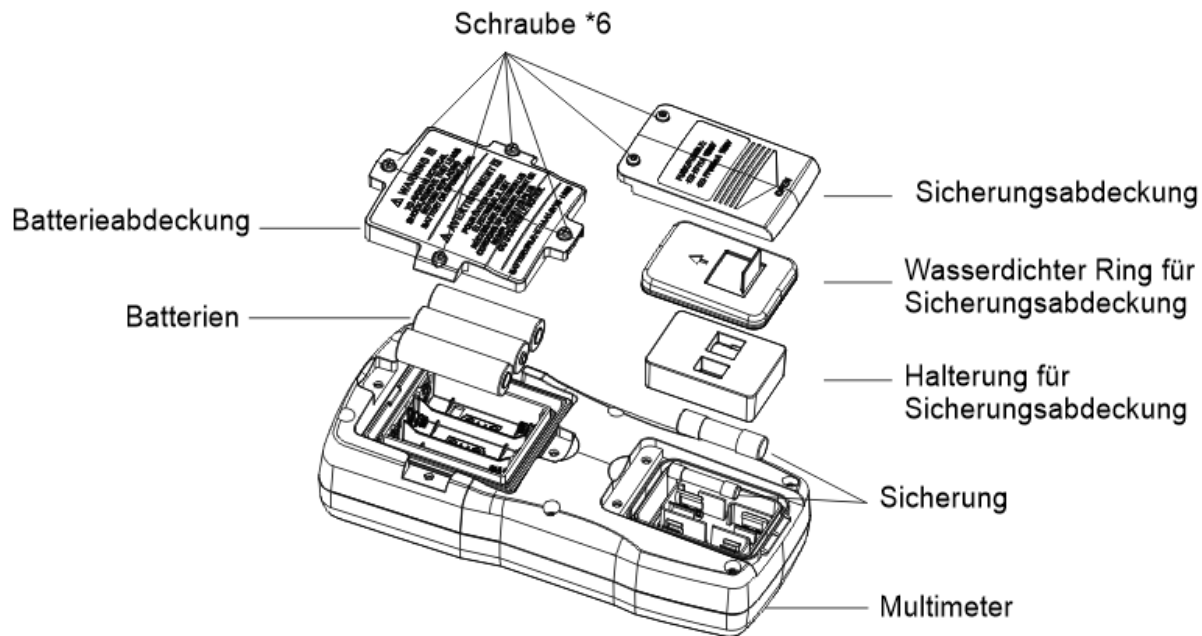

Abbildung 19
2. Austausch der Batterie oder der Sicherung (Abbildung 19)